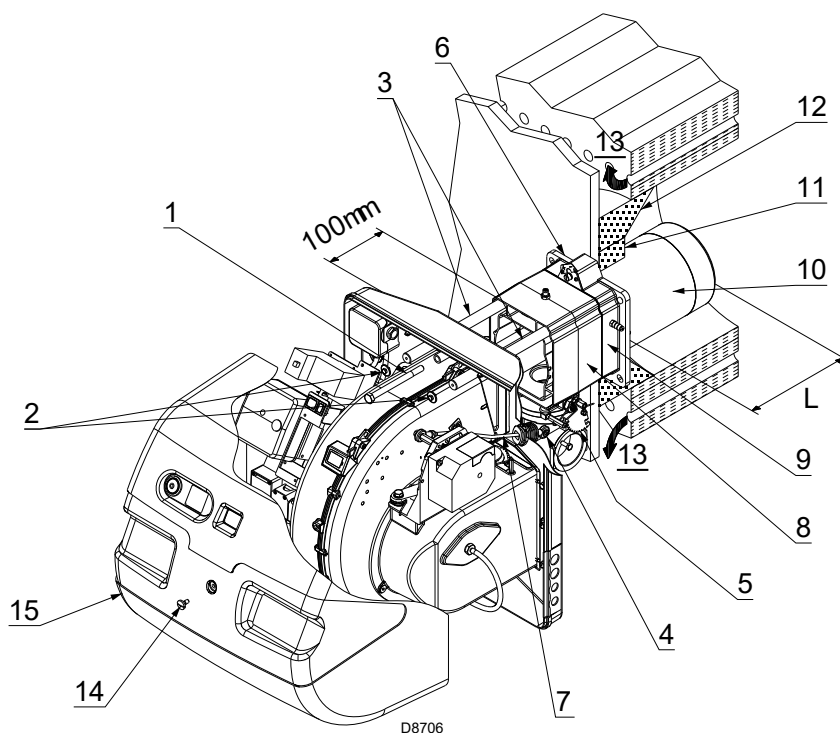

Fig. 10
Para caldeiras com passagens de fumos dianteiras 13)(Fig. 10) ou com câmara de inversão de chama, colocar uma proteção em material refratário 11)(Fig. 10) entre o refratário da caldeira 12) e o tubo de fogo 10).
Separe a cabeça de combustão do resto do queimador, (Fig. 10):
- remover o parafuso 1) e extrair a parte interna 2)(Fig. 10).
Fixar a flange 9)(Fig. 10) à chapa da caldeira, interpondo a proteção isolante 6)(Fig. 10) fornecida em conjunto. Usar os 4 parafusos fornecidos, depois de haver protegido a rosca com um produto anti bloqueio.